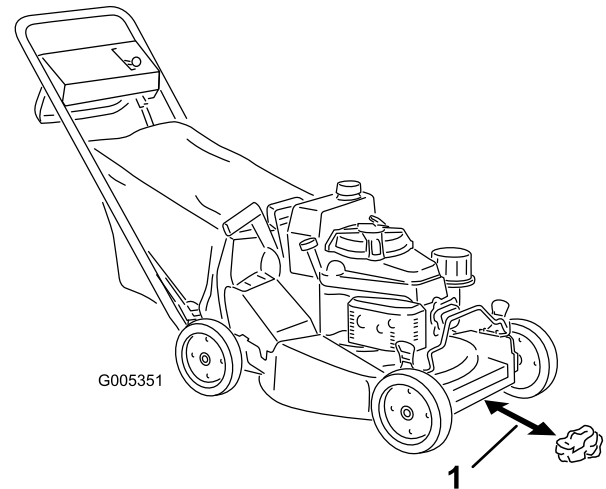
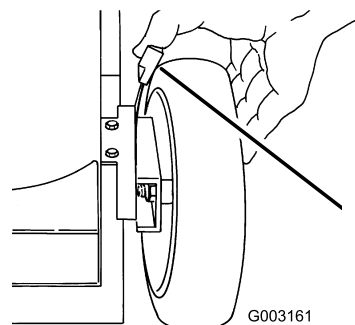

Рисунок 16
Рисунок 21
3. Установите все 4 колеса на высоту скапывания 64 мм (Рисунок 21).
4. Передвиньте орган управления скоростью движения в положение «Нейтральное» (N).
5. Возьмите половину газетного листа и скомкайте его в небольшой шарик, такой, чтобы он проходил под корпусом машины (диаметром примерно 76 мм), как показано на Рисунок 16.
6. Поместите скомканную в шарик газету на расстоянии примерно 12,7 см перед газонокосилкой (Рисунок 16).
- А. Поместите скомканную в шарик газету на расстоянии примерно 12,7 см перед газонокосилкой (Рисунок 16).
1. Потяните рычаг регулировки высоты колеса в направлении колеса (Рисунок 21) и переместите его на нужную высоту.